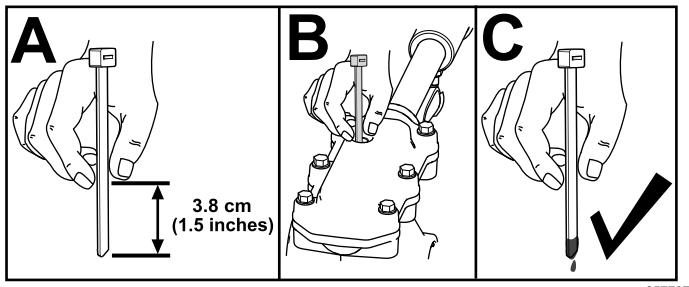

Figure 34
- Contrôlez le niveau d'huile au moyen d'un dispositif de mesure adéquat, par exemple un serre-câble propre. Le niveau d'huile doit se situer à 3,8 cm (1,5 po) environ sous l'orifice de remplissage (Figure 34).